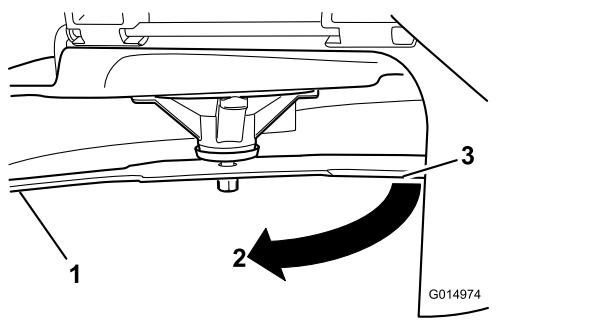

Figura 68
3. Distancia medida entre la cuchilla y la superficie (A)
4. Gire la misma cuchilla 180 grados de manera que el otro extremo esté en la misma posición (Figura 68).